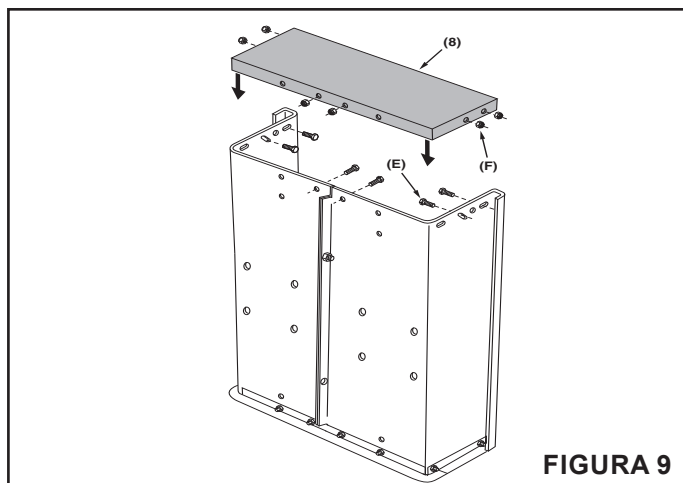

FIGURA 9
PASO 9: (VEA LA FIGURA 9)
- Sujete el panel frontal (8) al extremo delantero de la plataforma (por el lado exterior) utilizando seis pernos hexagonales de 1/4" x 3/4" (E) y tuercas de seguridad (nylock) de 1/4" (F).